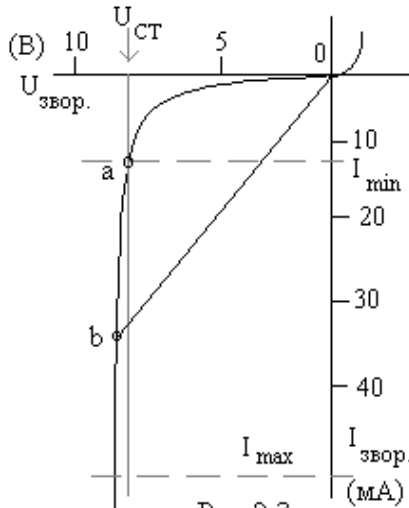

Рис. 2.3.
Для стабілізації напруг від кількох одиниць до кількох десятків вольтів використовуються спеціальні кремнієві площинні діоди, які мають назву стабілітронів або опорних діодів. Для їх роботи використовують зворотну ділянку вольтамереної характеристики (ВАХ) при напрузі, що відповідає напрузі пробою (рис.2.3).
4. Якими будуть омичний та диференціальний опори стабілітрона, вольтамперна характеристика якого зображена на рис.2.3 в робочій точці "Б"?